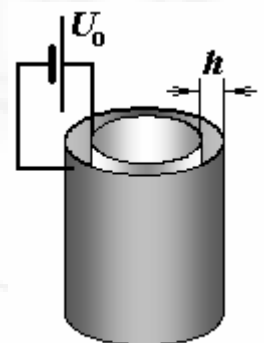

Рис. 5
4.2. Так как пленка оказалась гибкой и проводящей, то возникла идея использовать ее в качестве обкладки конденсатора, емкость которого зависит от напряжения. Идея этого «изобретения»: деформация пленки внутри конденсатора зависит от приложенного напряжения, при деформации изменяется зазор между обкладками, что приводит к изменению его емкости. Для реализации идеи изготовлен цилиндрический конденсатор (Рис. 5), внутренней обкладкой которого служит исследуемая полимерная трубка, а внешней – металлическая трубка, зазор между обкладками конденсатора при недеформированной полимерной трубке равен $h_0 = 1,00 \text{ мм}$ (можно считать значительно меньшим радиусов обкладок). Обкладки конденсатора подключают к источнику постоянного напряжения U_0 . Длина конденсатора достаточно велика, поэтому краевыми эффектами можно пренебречь. Электрическая постоянная равна $\epsilon_0 = 8,85 \cdot 10^{-12} \text{ Ф/м}$.